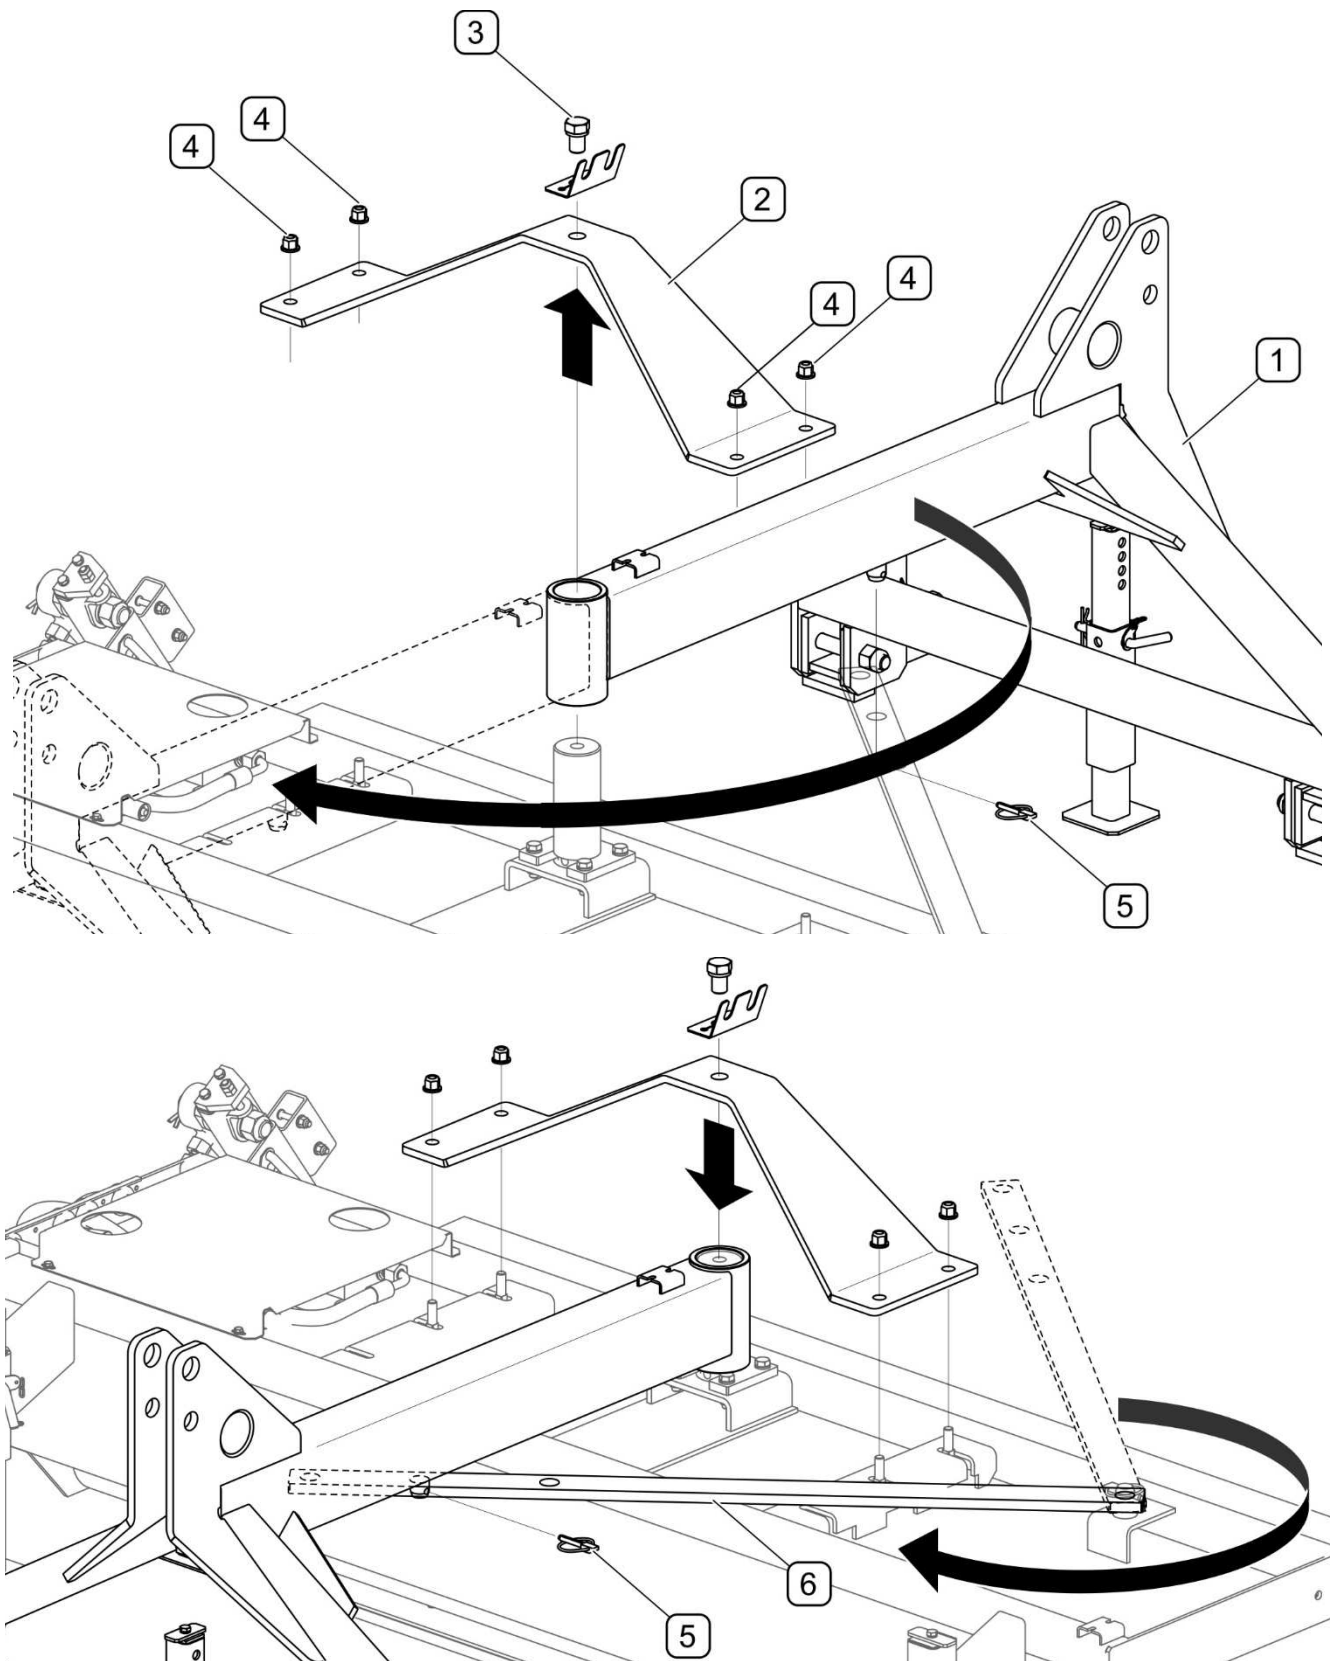

ABB. 4.9 Einstellen der Kehmaschine für den Betrieb vor dem Trägerfahrzeug
Um die Kehrmaschine für den Betrieb vor dem Trägerfahrzeug umzurüsten (ABB. 4.9), müssen der Sicherungsstift (5) der Leiste (6) herausgezogen, die Schraube des Hauptzapfens (3) herausgeschraubt, die 4 Befestigungsmuttern (4) der Halterung (2) des Hauptzapfens herausgeschraubt und der ganze Rahmen (1) der Aufhängung um 180°gedreht werden, wonach die Halterung (2) wieder festgeschraubt werden muss. Die Leiste (6) umdrehen, den Rahmen der Aufhängung am Zapfen befestigen und mit dem Stift (5) sichern. Bei Kehrmaschinen mit Sprühvorrichtung muss vor dem Ausbau der Träger (2) die Muttern (4) abgeschraubt und der Wassertank zusammen mit den Trägern herausgenommen werden. Nachdem der Rahmen (1) der Aufhängevorrichtung umgedreht und der Träger (2) mit der Schraube (3) festgeschraubt wurde, muss der Wassertank wieder befestigt werden.